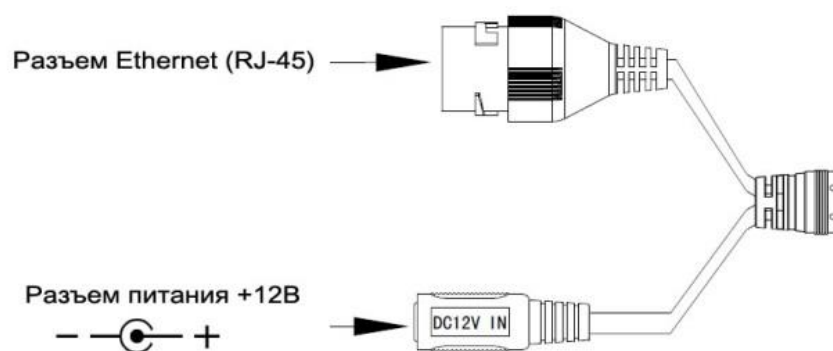

Рисунок 3
4.5 Снимите корпус с устройства и подключите соединительные провода (разъемы) в соответствии со схемой внешних подключений (рис.3) и соблюдением полярности. Неверное соединение может привести к повреждению и/или неправильному функционированию оборудования.